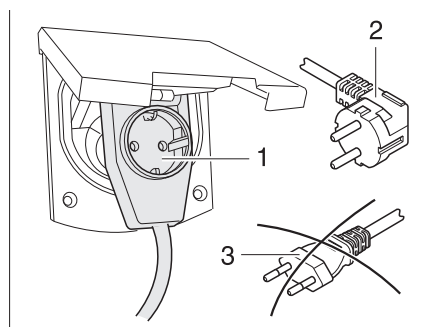

Fig. 309 Conexión a un conector con salida lateral del cable con caja de enchufe
- Al utilizar un acoplamiento acodado CEE 17, con caja de enchufe incorporada en el lado trasero (Fig. 309,1), emplear únicamente un conector IP 44 de goma impermeable, con contacto protector (Fig. 309,2). No utilizar conector sin contacto protector (Fig. 309,3). ¡Peligro de electrocución!